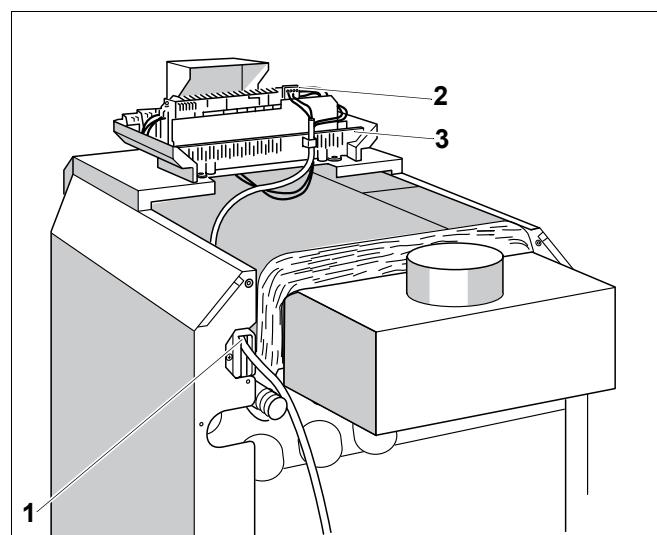

Рис. 17 Кабельный ввод и штекерные соединения
- Электрические соединительные провода за-казчика и соединительный провод от системы контроля дымовых газов провести к системе управления снизу через кабельный ввод (рис. 17, **поз. 1**).
- Электрические подключения к штекерам (рис. 17, **поз. 2**) системы управления (рис. 17) выполнять согласно прилагаемой схеме.